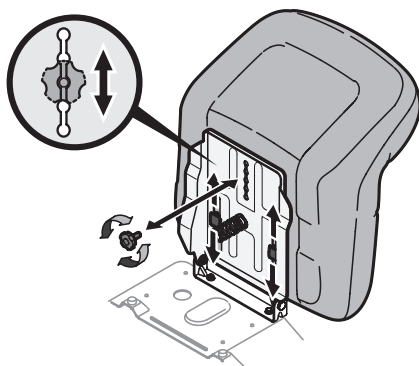

Figura 10
1. Para ajustar la posición del asiento, retire las dos perillas de ajuste que están ubicadas en la parte inferior del asiento. Deslice el asiento hacia adelante o hacia atrás, según lo desee. Vuelva a colocar la perilla de ajuste. Consulte la Figura 10.